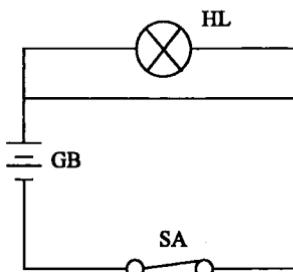

图 1-5 短路
(3) 短路：短路是电源未经负载而直接由导线构成闭合回路(如图 1-5 所示)。电源两端的导线直接相连接，电源输出电流将比允许的通路工作电流大很多倍，电源会因短路而损耗大量的能量，属于严重过载，如没有保护措施，电源或电器会被烧毁，甚至发生火灾，所以通常要在电路或电气设备中安装熔断器、保险丝等保险装置，以免发生短路，出现不良后果。